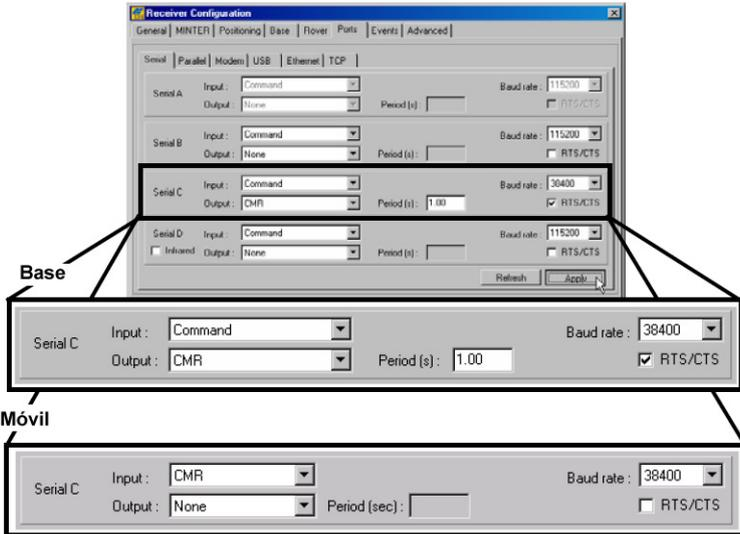

Figura 3-14. Configurazione della base e del rover per i rilievi RTK - Porte
11. Per i rilievi RTK, fare clic sulla scheda Ports e impostare i seguenti parametri per la porta seriale (Tabella 3-6), quindi fare clic su **Apply** (Figura 3-14 a pag. 3-18).